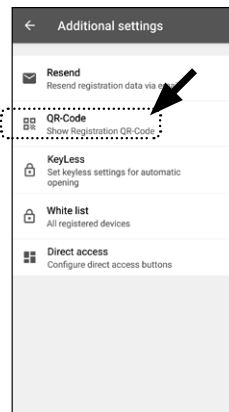

Abb. 69
- Im Folgemenu tippen Sie auf „*QR-Code*“ (Abb. 69), woraufhin ein QR-Code auf dem ganzen Screen angezeigt wird.